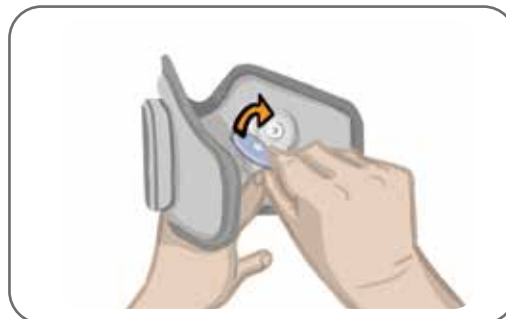

Figura 11-6: Atașarea electrozilor pânzați rotunzi
6. Amplasați Electrozii pânzați rotunzi pe bazele pentru electrozi. Consultați Figura 11-6.